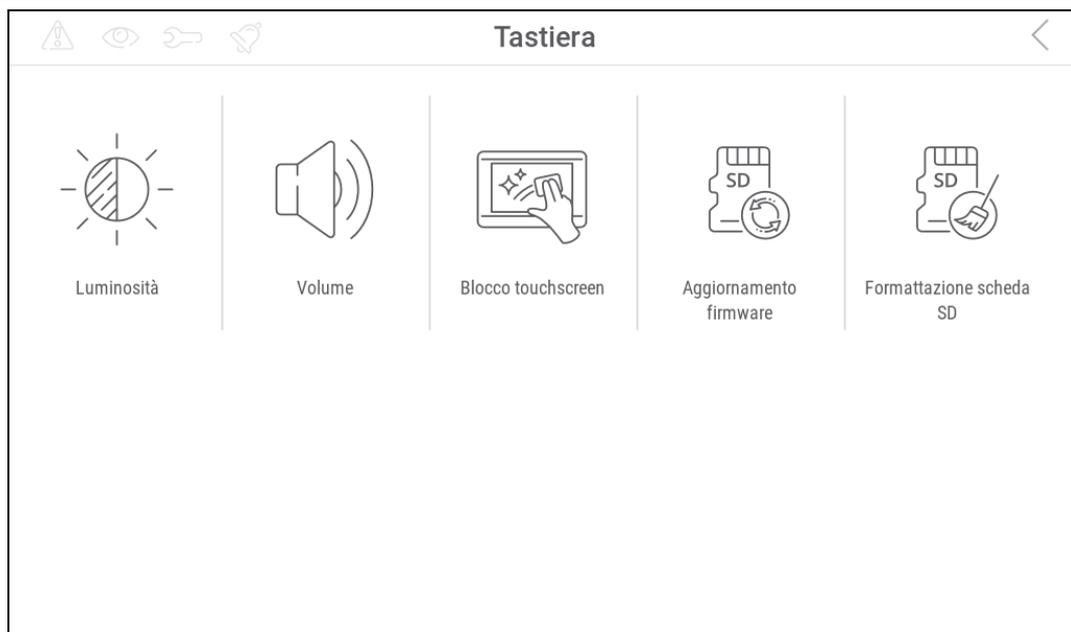

Fig. 26. Schermata "Tastiera"
6. Toccare la funzione "Tastiera". Viene visualizzata la schermata "Tastiera" (Fig. 26).
3. Toccare la funzione "Tastiera". Viene visualizzata la schermata "Tastiera" (Fig. 26).